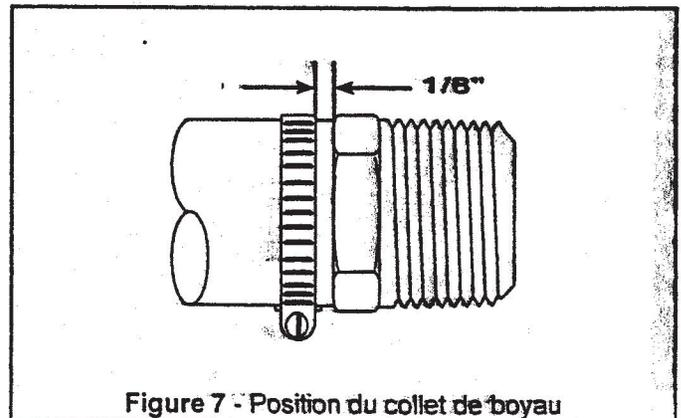

Figure 7 - Position du collet de boyau
- 4) Placez le collet comme indiqué à la FIGURE 7 et serrez-le avec un tournevis ou une clé. Le couple maximal recommandé est de 30 po-lb.